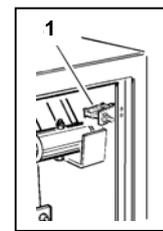

Abb. 7
**Hinweis:** Der Sicherheitsmikroschalter (1) verhindert einen Schrankenbetrieb, solange die Wartungstür geöffnet ist! (s. **Abb. 7**)
**Hinweis:** Der Sicherheitsmikroschalter verhindert ein Schrankenbetrieb solange die Wartungstür geöffnet ist! (s. Abb. 7)